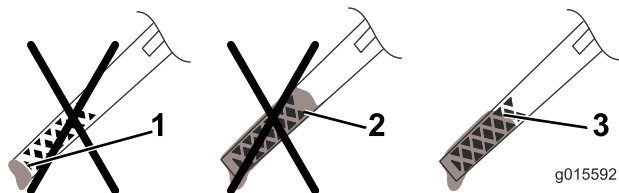

Figura 9
3. Rimuovete l'asta e controllate il livello dell'olio. Figura 9 mostra come leggere l'asta di livello.